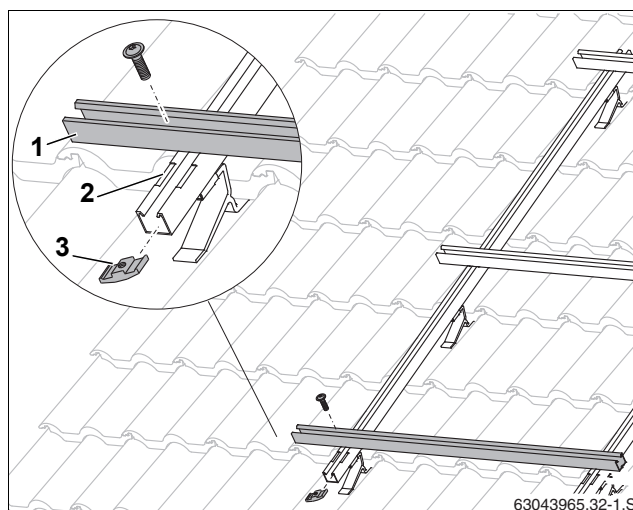

Рис. 30 Монтаж горизонтальных профильных реек
- Уложите профильные рейки (рис. 30, [1]) в углубления (рис. 30, [2]) на профиле с повышенной снеговой нагрузкой и для дальнейшего их выравнивания только слегка закрепить винтами и алюминиевыми гайками (рис. 30, [3]).